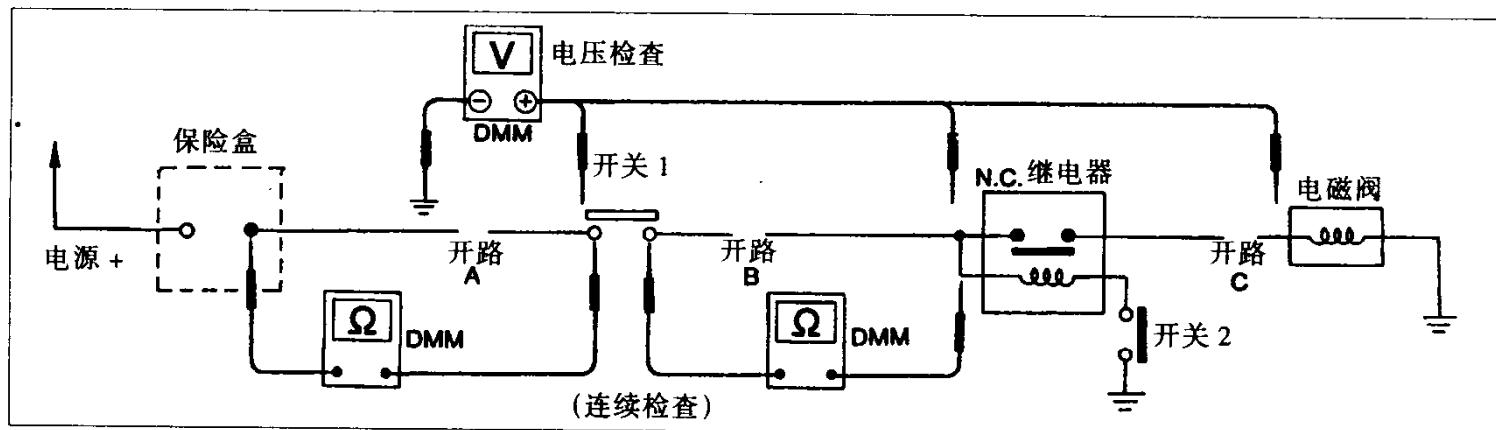

图 1-3-8
- (1) 用欧姆表检查，应拆开电瓶负极线。
- (2) 从电路的一端向另一端检查。本例从保险盒开始，见图1-3-8。